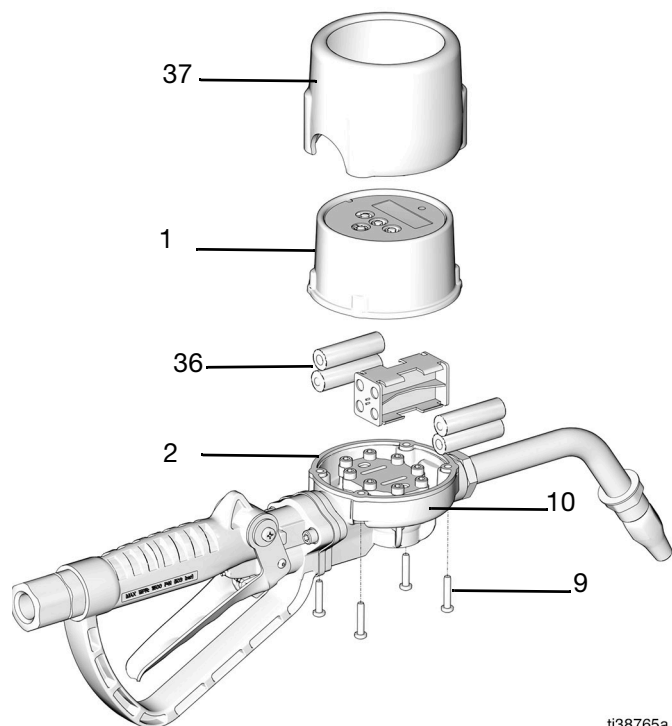
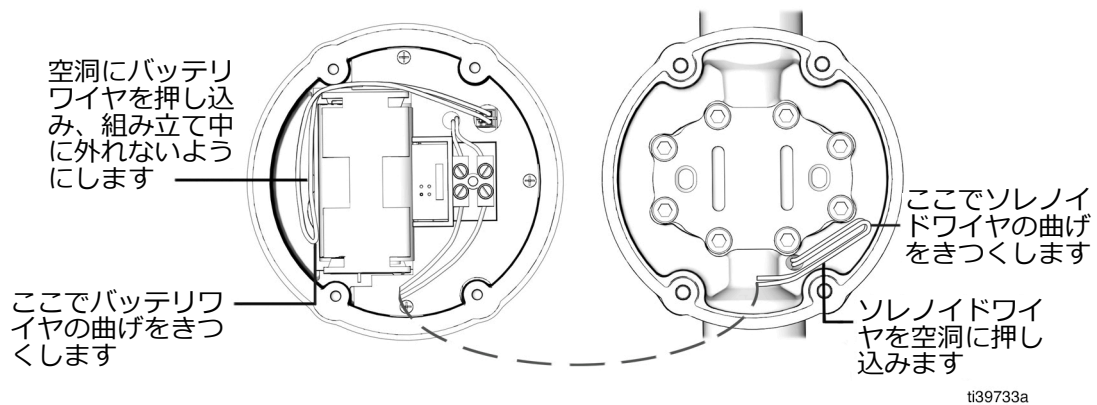

図 8
図 9
注意: 次の指示の参照番号は、図 8および図9。
8. メーターハウジングとベゼルハウジングの間のワイヤーを挟むのを最小限に抑えるために、図 9に示すようにワイヤーを配置します。